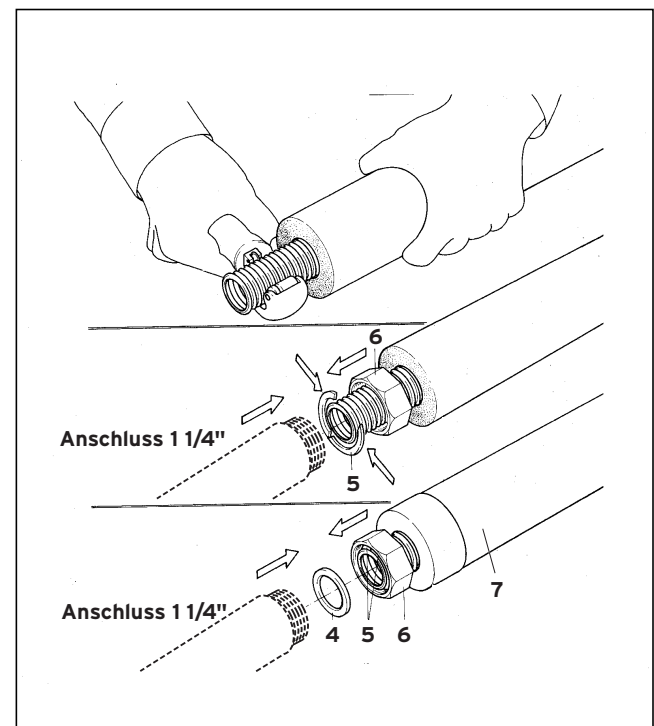

Abb. 9 Wellrohr kürzen
- Speicher an der gewünschten Stelle positionieren und die bei Bedarf gekürzten (s. Abb. 9) Wellrohre mit den beiliegenden $1\frac{1}{4}$ " Überwurfmuttern (6) und den Halbscheiben (5) anschließen.